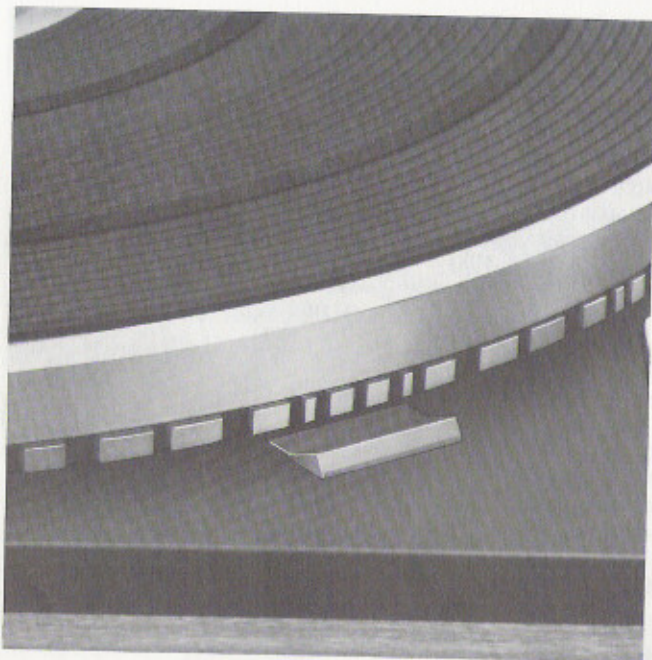

Fig. 24
Die genaue Einstellung der Plattenteller-Drehzahl 33 1/3 U/min kann mit Hilfe der beleuchteten Stroboskop-Teilung des Plattenteller-Außenrandes auch während des Spieles kontrolliert werden (Fig. 24).
Each of the two standard speeds (33 1/3 and 45 rpm) can be varied about 6 % (about a semitone) with the pitch control (2). The illuminated strobe mechanism can be used to adjust the exact speeds for 33 1/3 while a record is playing (Fig. 24). When the turntable rotates at exactly 33 1/3 no movement of the bars is observed. If the bars appear to advance in the same direction as the turntable the turntable speed is too high. If the bars appear to retreat, the speed is too low.
Le réglage précis des vitesses de plateau 33 1/3 et 45 tr/mn peut être contrôlé à l'aide du stroboscope à lampe des divisions du bord extérieur du disque, même pendant l'audition (Fig. 24).